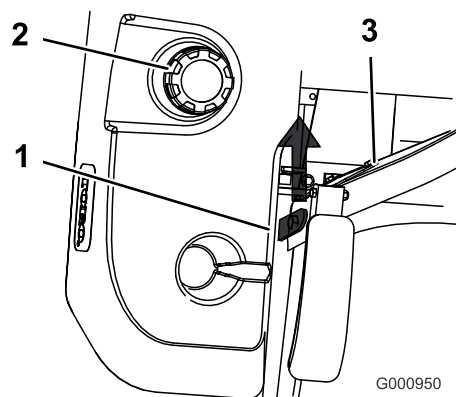

Figure 30
3. Soulevez le siège. Vous pouvez alors accéder à la machine sous le siège (Figure 30).